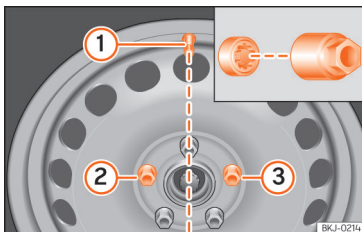

Рис. 227 Заміна колеса: вентиль шини ① та місце для болта-секретки ② або ③.
Колеса зі сталевим диском: вкручуйте болт-секретку в отвір >>> **рис. 227** ② або ③, маючи за орієнтир вентиль шини ①. Інакше ви не встановите декоративний ковпак.